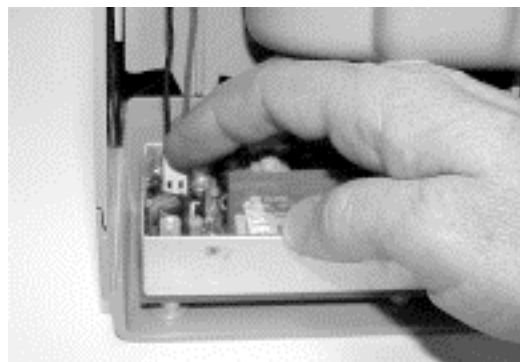

Fig. 4
**Preparação da estação de carregamento para a montagem:** assegure-se de que os cabos estão desligados da corrente. Ligue a ficha à fonte de alimentação da viatura (**Fig. 4**).